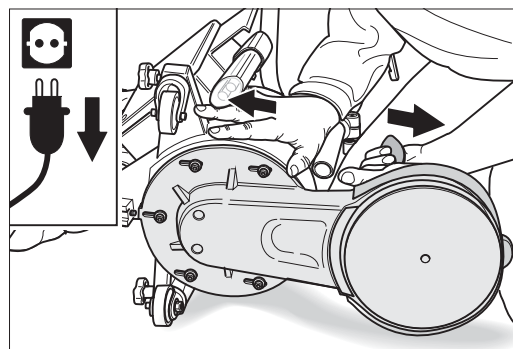

Abb. 58: Den Vorsatz am Griff nach vorne ziehen, bis der Widerstand des Riemens zu spüren ist.
- 6 Schieben Sie den Vorsatz ganz zurück. Ziehen Sie ihn am Ballengriff wieder nach vorne und zwar nur soweit, bis Sie den Widerstand durch den Keilriemen spüren (Abb. 58). Zur Vermeidung von Beschädigungen am Boden achten Sie darauf, dass der Vorsatz den Boden nicht berührt!